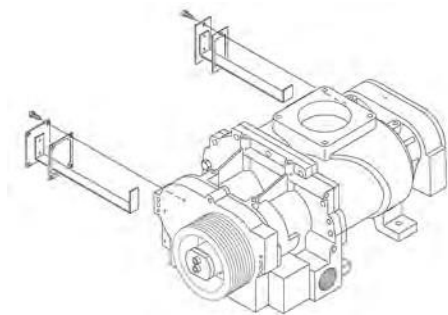

Рис. 58: Выталкиватель для типа 31 – 55
6. ➤ Тип 31 – 55: При помощи встроенного выталкивателя (Рис. 58) можно удалить консистентную смазку, находящуюся в области подшипников.